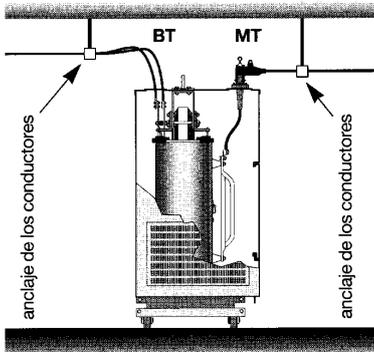

Figura 3: conexiones MT por tomas enchufables.
□ Conexiones de MT mediante conectores enchufables (figura 3).